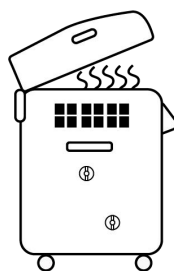

图 21
3. 运行刚结束，请不要急于开盖取物，待锅内温度降至常温以下并带好防护手套后方可进行。一旦急于开盖会有大量的蒸汽冒出，以免烫伤。（图 21）